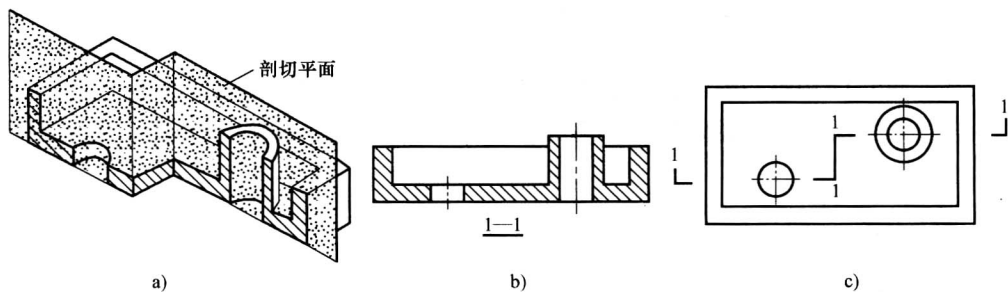

图 1-16 阶梯剖面图
(2) 阶梯剖面图 用两个相互平行的剖切平面将物体剖切后画出的剖面图称为阶梯剖面图, 如图 1-16 所示。